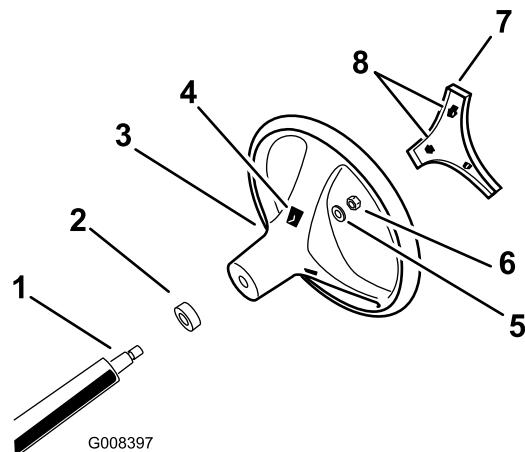

図 3
4. ハンドルをハンドルシャフトにはめ込み、ロックナットで固定する(図3)。ロックナットを、24-29 N·m 2.5-3.0 kg·m=18-22 ft-lbにトルク締めする。
| 5. ハンドルのセンターカバーをハンドルのスロットに合わせて押し込み、センターカバーをハンドルハブに固定する図3。 | |